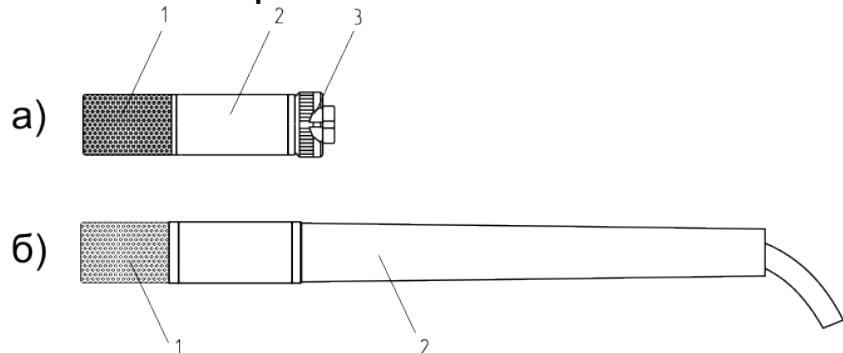
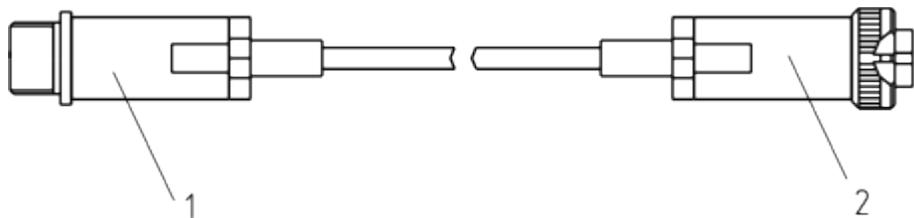

Рисунок 3.12 Измерительные преобразователи
Рисунок 3.13 Кабель-удлинитель для измерительного преобразователя
Измерительный преобразователь выпускается в металлическом корпусе, в котором находится печатная плата. Чувствительные элементы влажности и температуры располагаются внутри колпачка, изготовленного из пористого никеля, стали, алюминия или фторопластика в зависимости от исполнения преобразователя, Рисунок 3.12.
Преобразователь, Рисунок 3.12а, можно подключить к измерительному блоку с помощью кабеля-удлинителя, Рисунок 3.13
- 4.3 Соединить измерительный блок и измерительный преобразователь напрямую или соединительным кабелем (см. Рисунок 3.13).